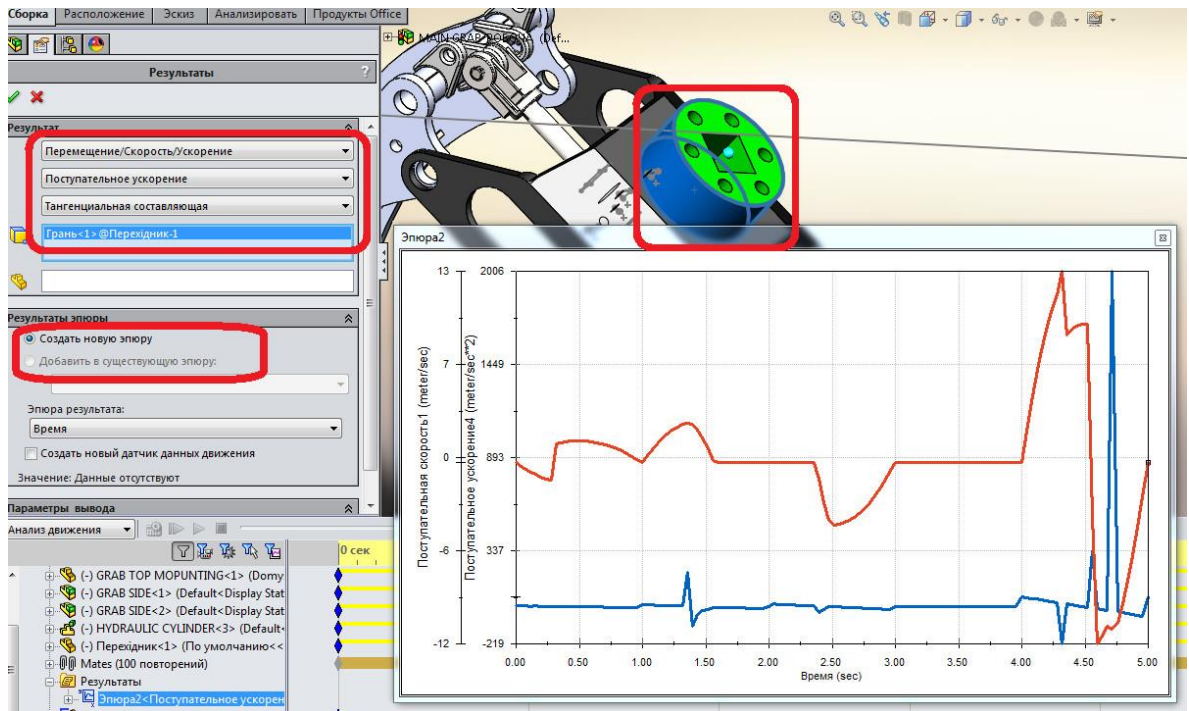

Рис. 4. Эпюры швидкості і прискорення
5. У розділі **Результати епюри** виберіть **Додати до наявної епюри** й натисніть **Епюра1** (див. рис.4).